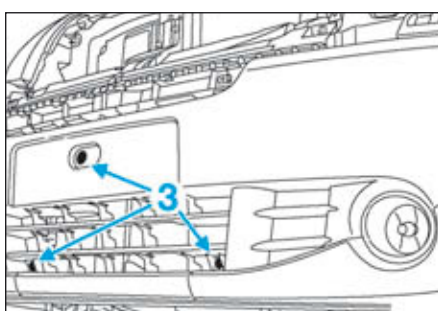

FIG.121
- les vis frontales (3) (Fig.121),
- les vis frontales (3) (Fig.121).